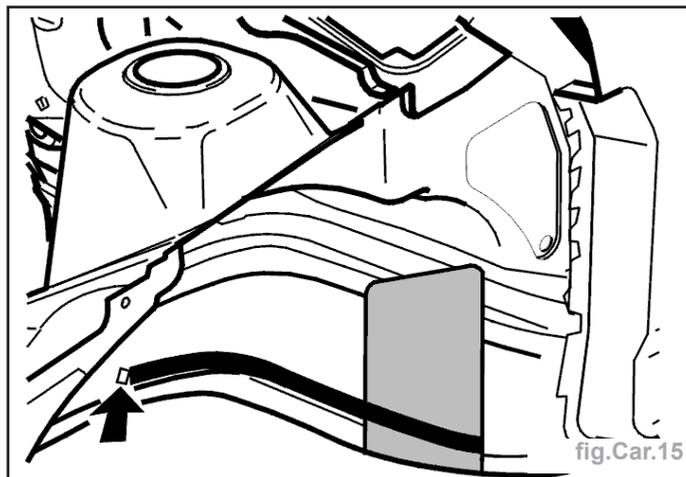

fig.Car.15
- Découper une bande de ruban adhésif de 400 mm (fig.Car.15).